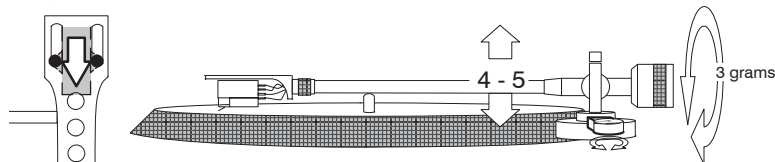

Figure 5
•Standardmäßige DJ-Einrichtung (Abbildung 5): Den Tonabnehmer an der Rückseite des Tonarmkopfs befestigen. Die Tonarmhöhe auf 4-5 einstellen. Die Auflagekraft auf 3 g einstellen. Den Antiskating-Wert auf 0 einstellen.
•Configuration DJ standard (Figure 5) : Monter la cellule à l'arrière de la coquille. Régler la hauteur du bras de lecture à 4-5 et la force d'appui à 3 grammes. Régler l'antiskating à 0.